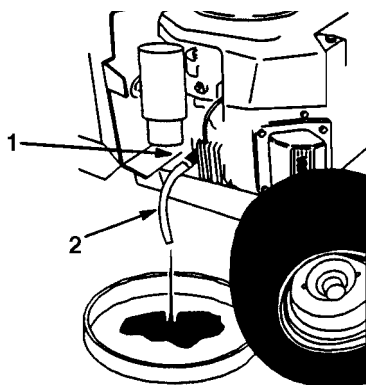

Fig. 19
5. Posate una bacinella sotto il tappo di spurgo ed aprite il tappo girandolo in senso antiorario per $\frac{1}{8}$ di giro, quindi estraetelo (Fig. 19).